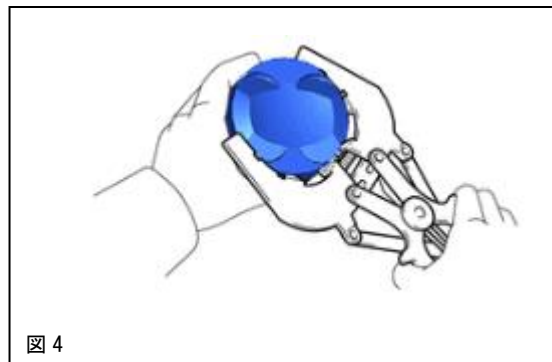
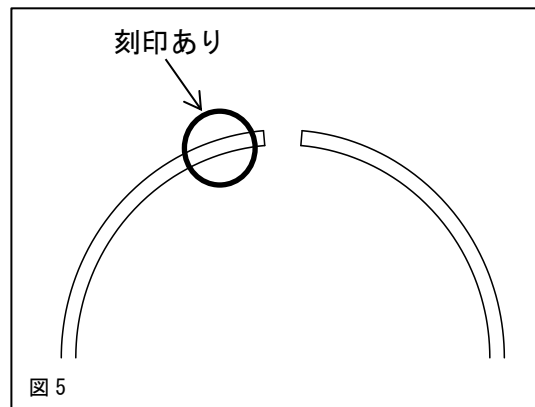

図 4
図 5
5. 1 図4のように、ピストンリングをピストンリングエキスパンダーを用いてピストンに取付けてください。この時、トップ及びセカンドリングは図5に示す刻印のある面を上面にしてください。